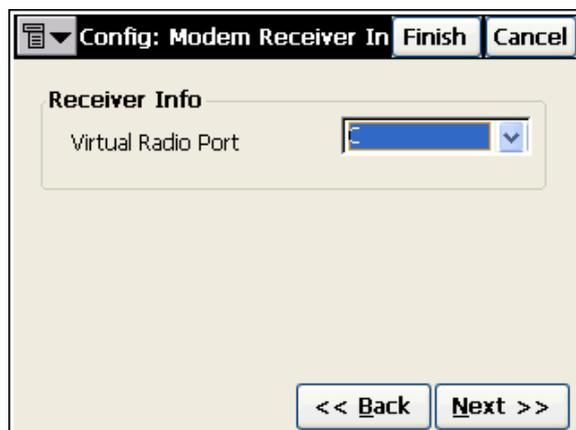

Рисунок 3-28. Информация о модеме приемника
8. Если подключение к Интернет производится по протоколу NTRIP, для получения информации о подключении нажмите следующие кнопки (рис. 3-28 на стр. 3-20):